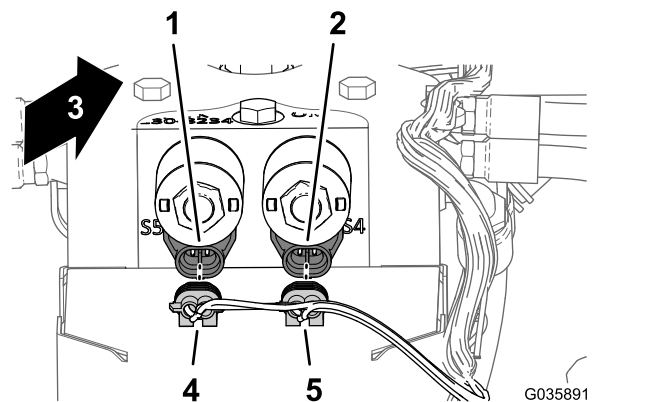

図 27
2. 昇降シリンダ用マニホルドの後部で、ソニックブーム用のワイヤハーネスのコネクタ2個を、ソニックの制御用ソレノイドに、図 27のように接続する。